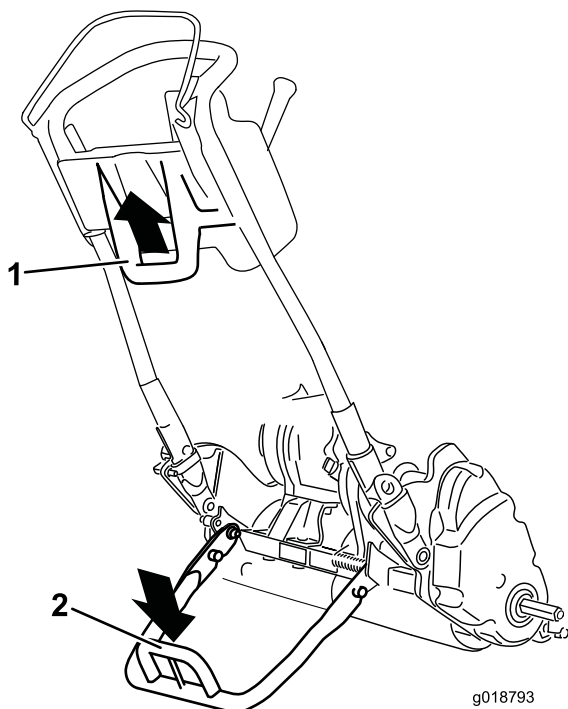

图24
- 要使用支撑架安装行走轮，首先应将其放到地面上，踩下支撑架环，并向上向后拉中下部手柄（图24）。